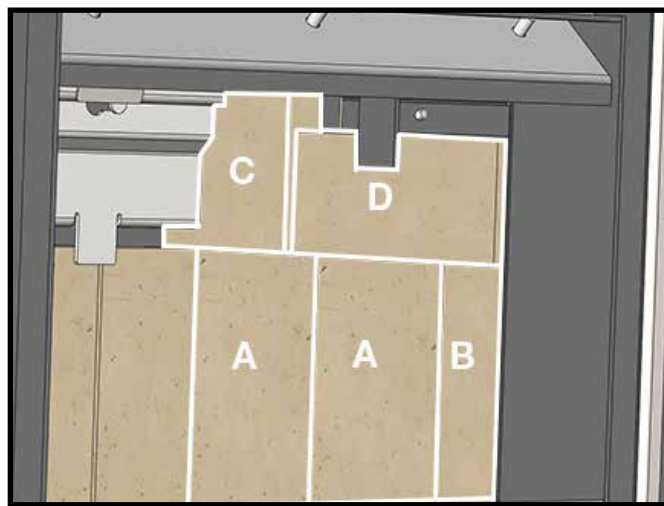

Figure 27: Briques latérales C et D en place
4. Glissez une brique «C» horizontalement par-dessus les briques «A» du côté droit, et glissez-la vers l'arrière jusqu'à dans le coin. Insérez une brique «D» derrière la languette, par-dessus les briques «A» et «B», tel que montré à la Figure 27.